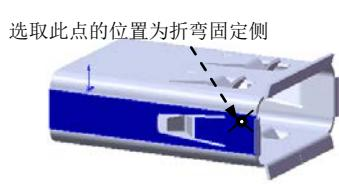

图 10.88 固定侧的位置
(3) 定义绘制的折弯参数。在图 10.88 所示的位置处单击，确定折弯固定侧；在 **折弯位置:** 选项中选取“折弯在外”按钮 ，并在  文本框中输入折弯角度值 5；取消 **使用默认半径(U)** 复选框，在  文本框中输入折弯半径值 10。
(4) 单击  按钮，完成绘制的折弯 18 的创建。